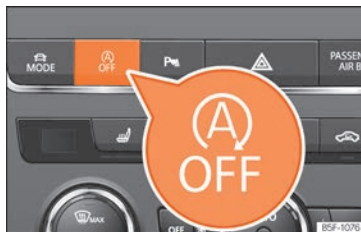

Fig. 262 Consola central: tecla del sistema Start-Stop.
- Para desconectar/conectar manualmente el sistema Start-Stop, pulse la tecla  **»» fig. 262.**